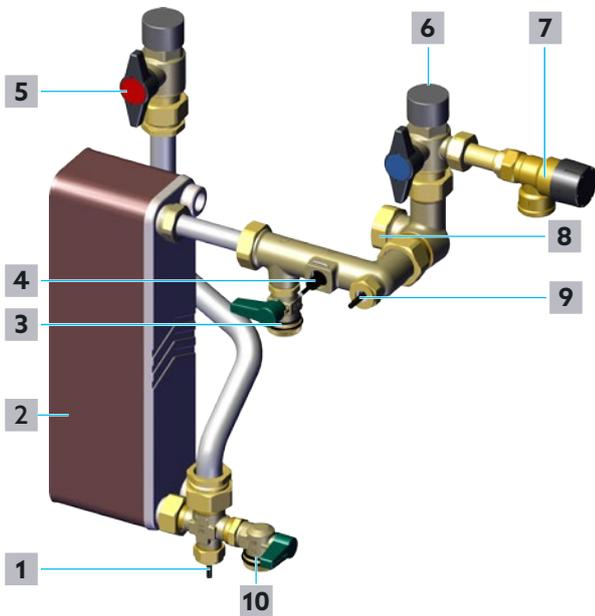

Fig. 31: Circuito de agua potable
- 2 Cierre lentamente la válvula de bola de corte de agua potable caliente (véase posición **5** en Fig. 31 en la página 49 y posición en **10** en Fig. 2 en la página 12).
- 3 Cierre lentamente la válvula de bola de corte de agua potable fría (véase posición **6** en Fig. 31 en la página 49 y posición **11** en Fig. 2 en la página 12).
- 4 Desenrosque el tapón de la válvula de bola de llenado y vaciado para el agua potable caliente (véase posición **10** en Fig. 31 en la página 49 y posición **16** en Fig. 2 en la página 12).
- 5 Cierre la manguera de vaciado de agua potable en la válvula de bola de llenado y vaciado de agua potable caliente (Posición **10** en Fig. 31 en la página 49 y posición **16** en Fig. 2 en la página 12).
- 6 Abra la válvula de bola de llenado y vaciado de agua potable caliente (véase posición **10** en Fig. 31 en la página 49 y posición **16** en Fig. 2 en la página 12).
- 17** Cierre la válvula de bola de llenado y vaciado de agua potable caliente (véase posición **10** en Fig. 31 en la página 49 y posición **16** en Fig. 2 en la página 12).
- 5 Cierre la válvula de bola de llenado y vaciado de agua potable caliente (véase posición 10 en Fig. 31 en la página 49 y posición 16 en Fig. 2 en la página 12).